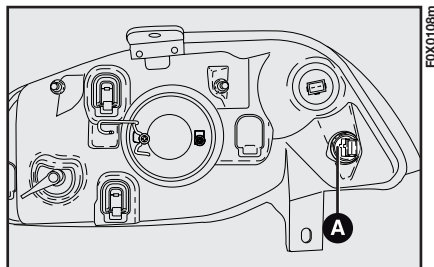

fig. 127
- rimuovere il gruppo portalamпада A-fig. 127 ruotandolo in senso antiorario;